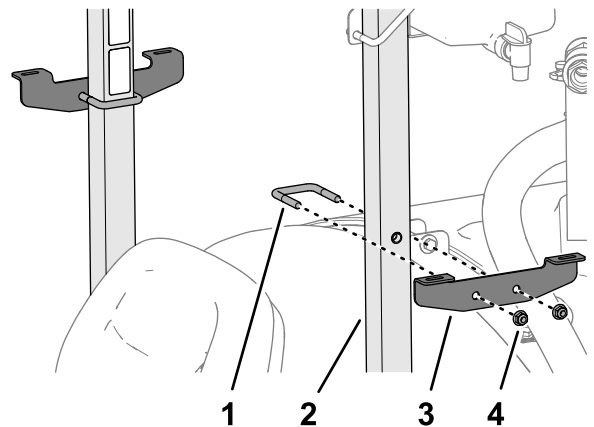

Figura 27
3. Instale o suporte de montagem no tubo da barra de segurança (Figura 27) com uma cavilha em U e duas porcas de bloqueio flangeadas (3/8 pol.).